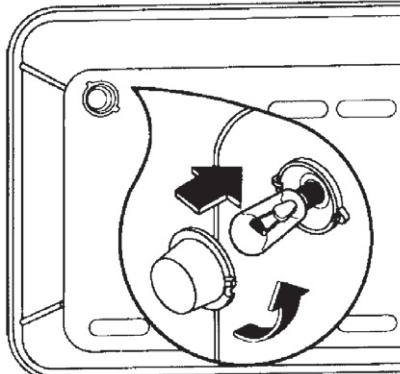

рис. 18
• Выверните лампу (см. рис. 18) и замените ее лампой, выдерживающей нагрев до 300°C со следующими характеристиками: